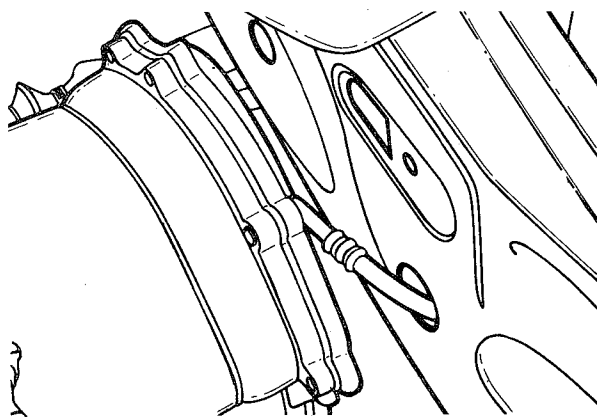

fig. 33
26. Instalar a extremidade do tubo de respiro na abertura da longarina (fig. 33)